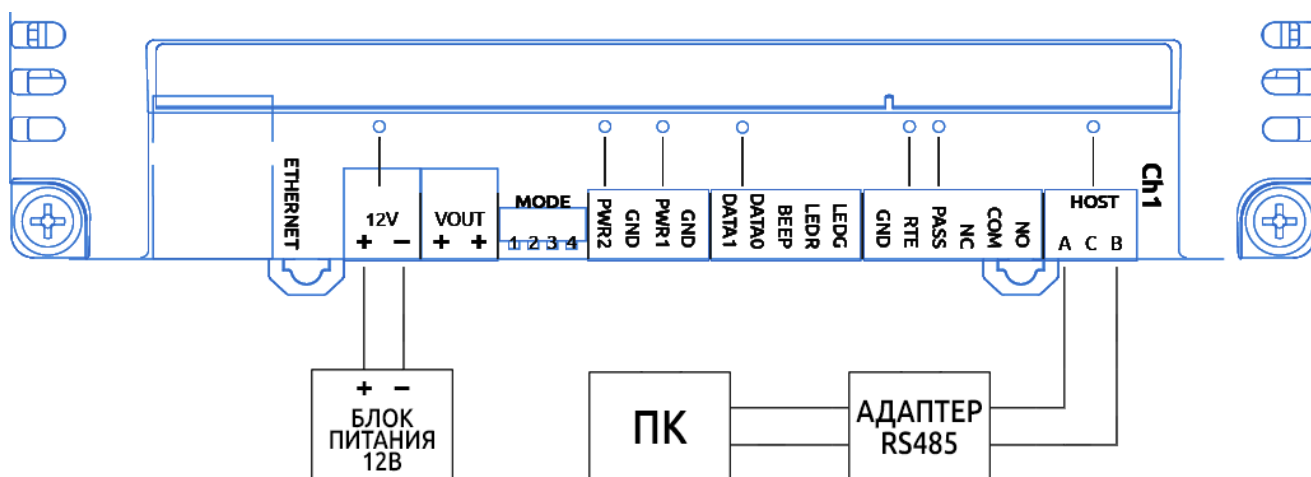

Рисунок 5. Схема подключения контроллера к хосту по RS-485.
- Подключите линии RS-485 от преобразователя к контроллеру, согласно схеме. (Рис.5)